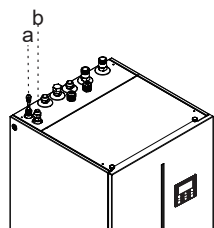

Fig.5-2
- Se l'unità interna è abbinata all'unità esterna (4/6kW), il trasferimento 9,52 - 6,35 (cfr. tabella a Pagina 8) deve essere montato sul collegamento del liquido refrigerante dell'unità interna (cfr. fig. 5-2); il trasferimento non viene utilizzato in altri tipi di unità esterna (8/10/12/14/16kW).